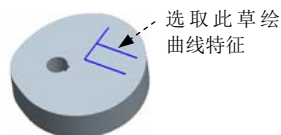

图 8.1.22 测量草绘曲线
- (1) 在模型树中选取图 8.1.22 所示的草绘曲线特征。